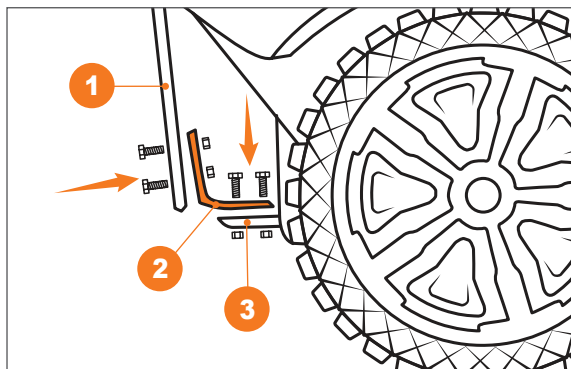

Рис. 6
- Закрепите рычаг болтами и гайками (Рис. 6).